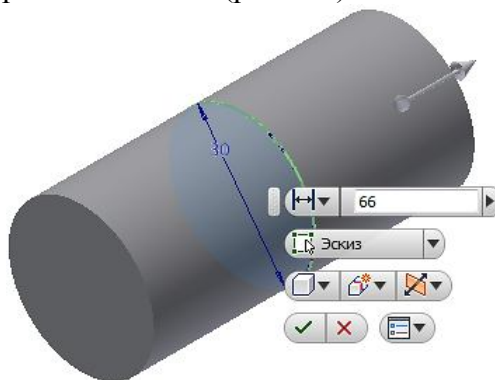

Рис. 1.4.
1. **Создайте цилиндр** длиной 66 мм и диаметром 30 мм. Для этого нажмите кнопку «Создать 2-D эскиз» . Постройте в плоскости ZX окружность диаметром 30 мм, нажмите кнопку «Принять эскиз». Выберите команду «Выдавить»  и создайте в режиме «Симметрия» цилиндр длиной 66 мм (рис. 1.4).